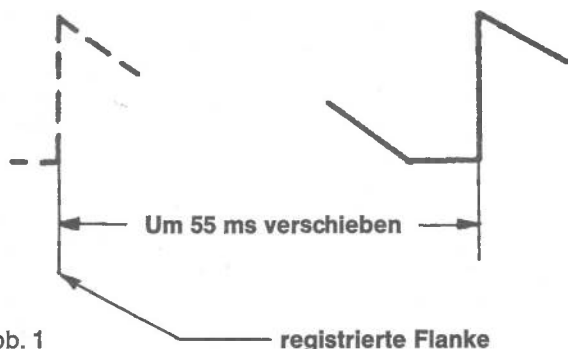

Abb. 1
- Tastkopf an MP SB 2, Lage der ansteigenden Flanke des Trapezimpulses registrieren und mit R 939 SP um $55 \text{ ms} \pm 1 \text{ ms}$ (Abb. 1) nach **rechts** verschieben.